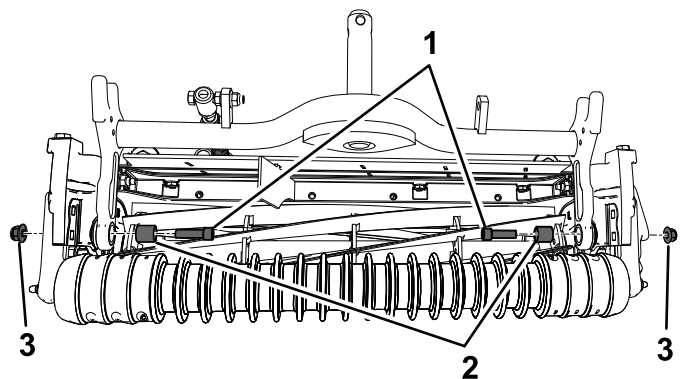

Figure 8
**Important:** Montez les boulons, rondelles et contre-écrous à embase neufs même si le tube de support n'est pas monté (Figure 8).